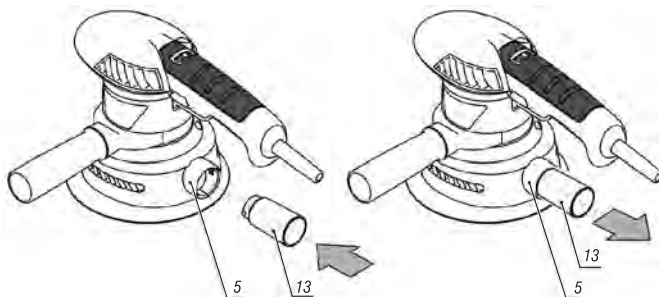

fig. 5 - dibujo demostrativo para montaje y desmontaje del adaptador para aspiradora de polvo
Para montar el adaptador para la aspiradora de polvo (13), encájelo en la conexión para el depósito de polvo (5), fig. 5.